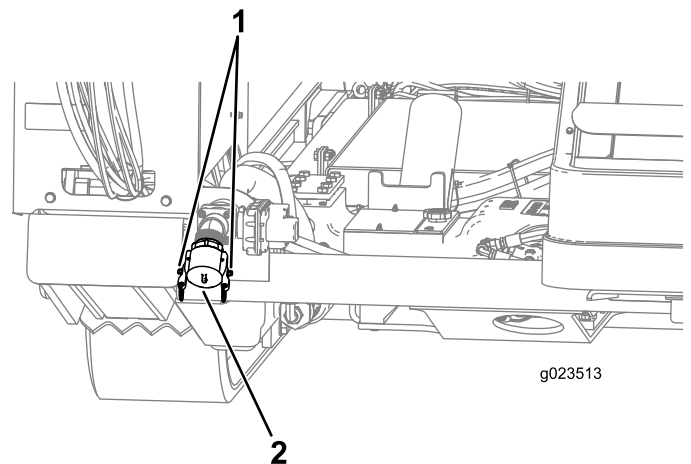

Bild 48
1. Heben Sie die Nockensperrehebel am Pumpenzulaufdeckel an und nehmen den Deckel ab (**Bild 48**).